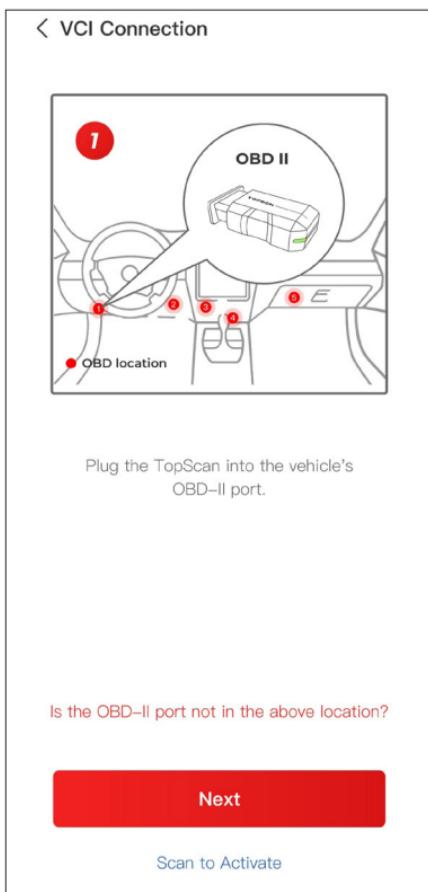

Figura 3-4
② Inicie o motor do veículo conforme indicado na interface orientada. Em seguida, toque em **Próximo** (consulte a Figura 3-4).